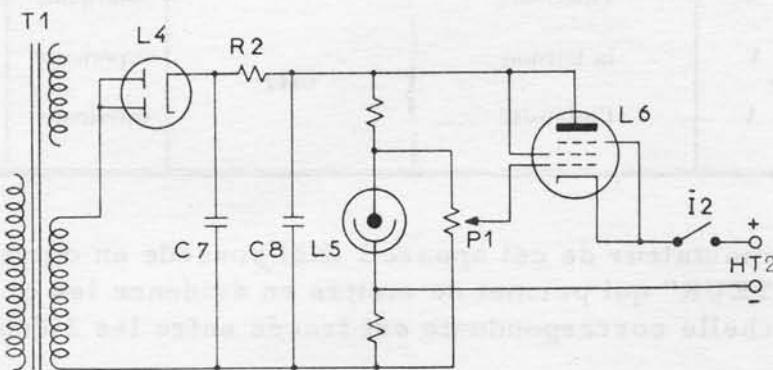

Fig. 3 -- Schéma simplifié de la source de polarisation HT2.
2.11.- SOURCE DE POLARISATION HT2 (Fig. 3)